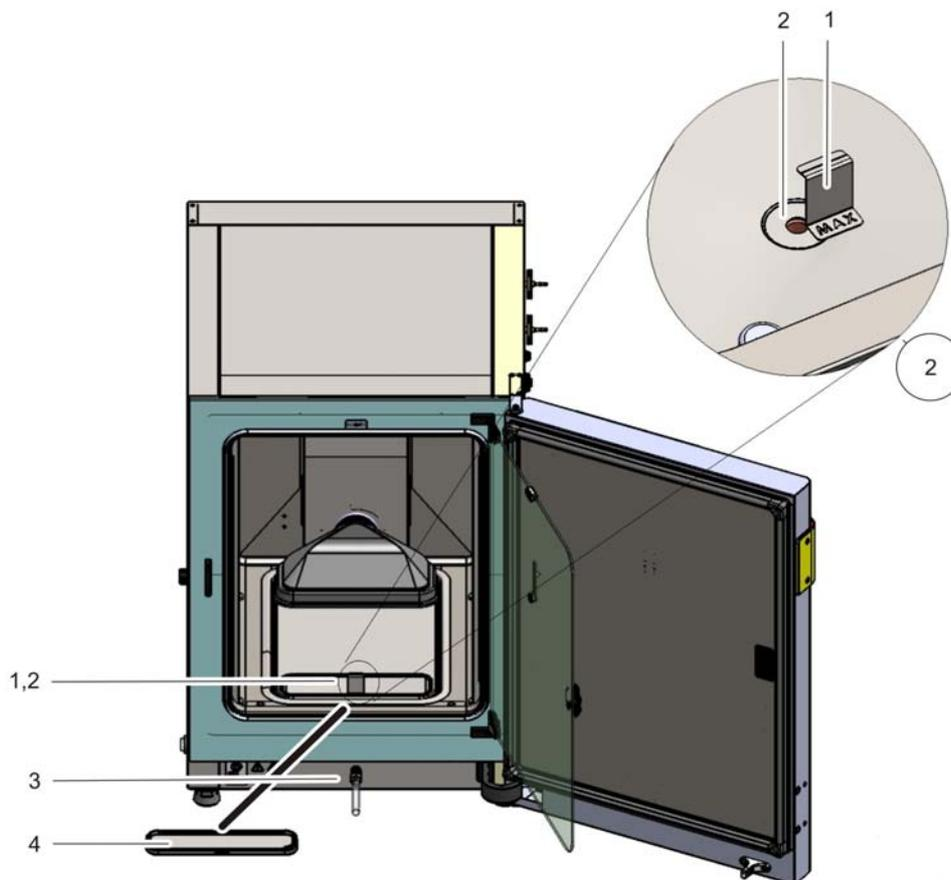

Figura 4-2. Indicador de nivel de llenado «MAX» y filtro previo
1. Compruebe que se haya retirado la manguera de la válvula de llenado/vaciado (3/Figura 4-2).
2. Comprobar que la salida de agua (2/Figura 4-2) de la parte delantera del depósito de agua esté libre; es necesaria para realizar el vaciado con la válvula de llenado/vaciado (3/Figura 4-2) de la parte delantera del aparato.
5. Colocar el filtro previo (4/Figura 4-2) en la tapa del depósito de agua.